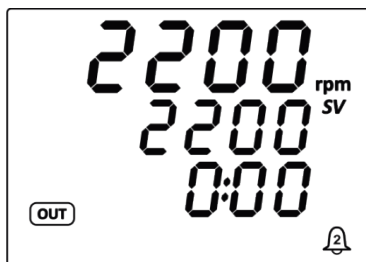

Рисунок 9 - Перегрев двигателя
8.4.3. Если во время перемешивания раздаётся звуковой сигнал, и на дисплее появляется индикатор  (Рисунок 9), это предупреждение о перегреве двигателя. Перегрев может произойти, например, из-за длительной непрерывной работы